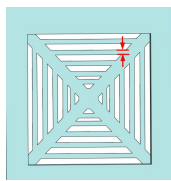

图 4-81 翼梁的宽度
(3)  **【输入翼梁的宽度】**: 设定所有翼梁的宽度, 如图 4-81 所示。